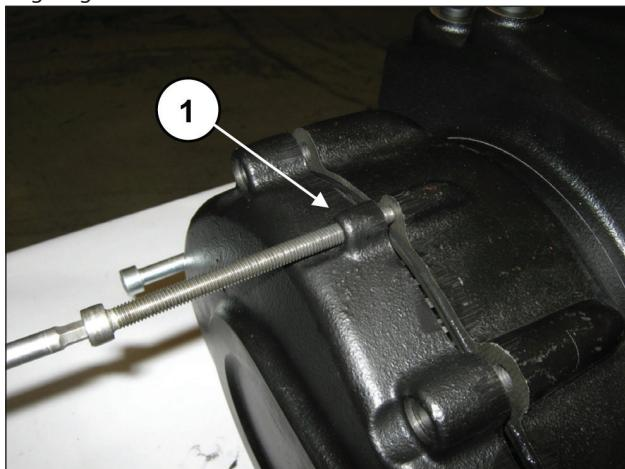

Abb. 6
Drehen Sie schrittweise die 3 Schrauben M8 (Pos. ①, Abb. 6) als Abzieher soweit ein, bis die Gruppe Deckel-Ritzel komplett abgezogen werden kann.